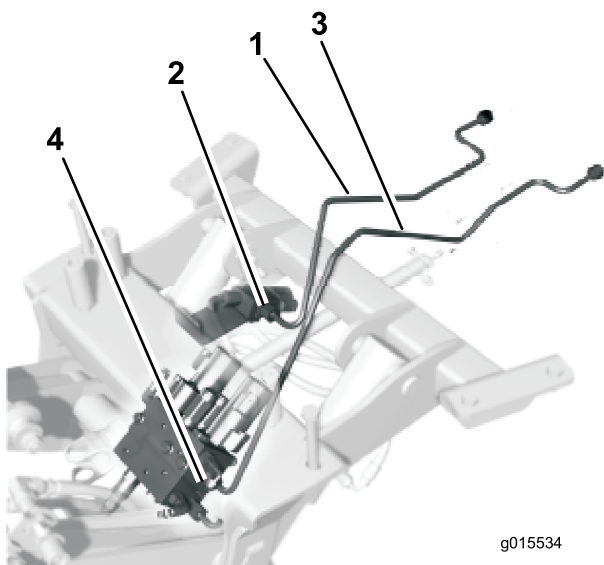

Figura 4
1. Instale sem apertar o tubo hidráulico mais curto no encaixe recto na válvula (Figura 4).
2. Instale sem apertar o tubo hidráulico mais comprido no encaixe recto no colectador (Figura 4).